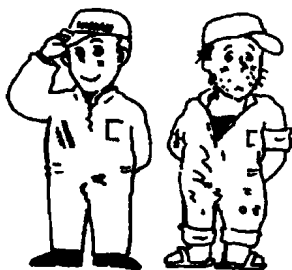

图 2-1 工作服
(1) 工作服。为防止事故的发生，工作服必须结实、合身，以便于工作。如图 2-1 所示，为防止工作时损坏汽车，不要暴露工作服的带子、扣、纽扣，防止受伤或烧伤的安全措施是不要裸露皮肤。